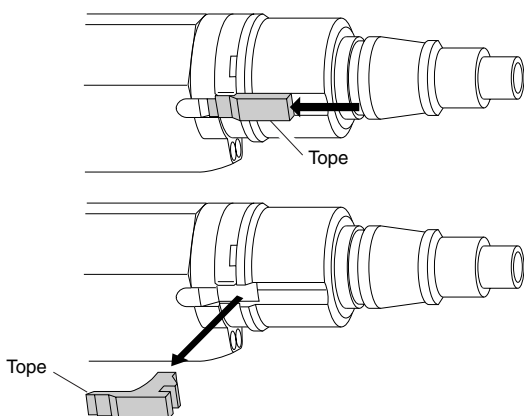

Figura 2 - Retiro del tope
2. Empuje el tope hacia atrás de la herramienta y retírelo (vea la Figura 2).
6. Vuelva a colocar el tope. Luego de colocar el tope en el orificio del forro, mueva el tope hacia el frente de la herramienta (Para localizar el tope Vea Figura 2, página 46).